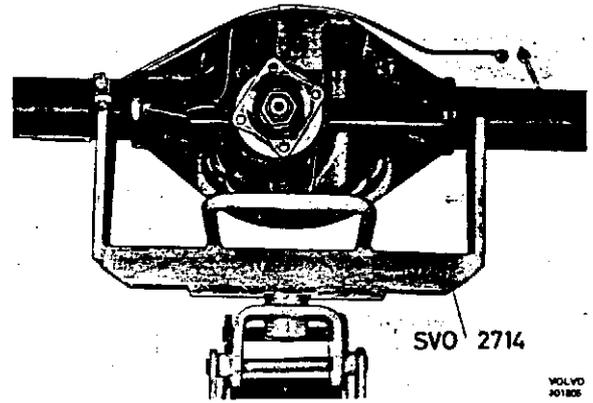

Abb. 61. Aufspannvorrichtung für Hinterachse auf Wagenheber
1. Komplette Hinterachse auf die am fahrbaren Wagenheber angebrachte Spannvorrichtung SVO 2714 übernehmen (Abb. 61). Hinterachse einfahren und mit dem Wagenheber anheben. Halterungen an Längslenkern und Momentstäben einbauen.